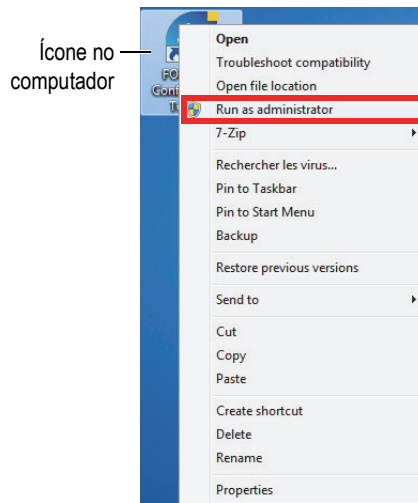

Figura 5-1 Abrir a ferramenta de configuração
- ◆ No computador, clique com o botão direito do mouse no ícone de ferramenta de configuração e, em seguida, clique em **Run as administrator > Yes** (executar como administrador > sim) [veja Figura 5-1 na página 24].